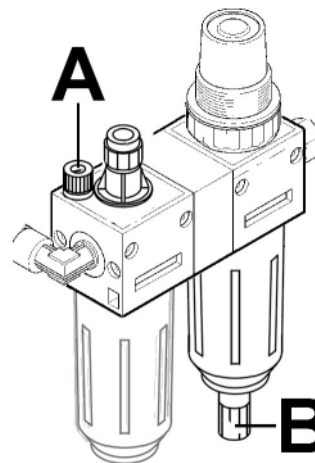

Fig.29
**H.** Évacuer l'eau du filtre à air tous les jours !! (Faire ceci en appuyant sur « **B** » vers le haut. L'eau sera automatiquement évacuée.) (voir « **B** » à la Fig.29).